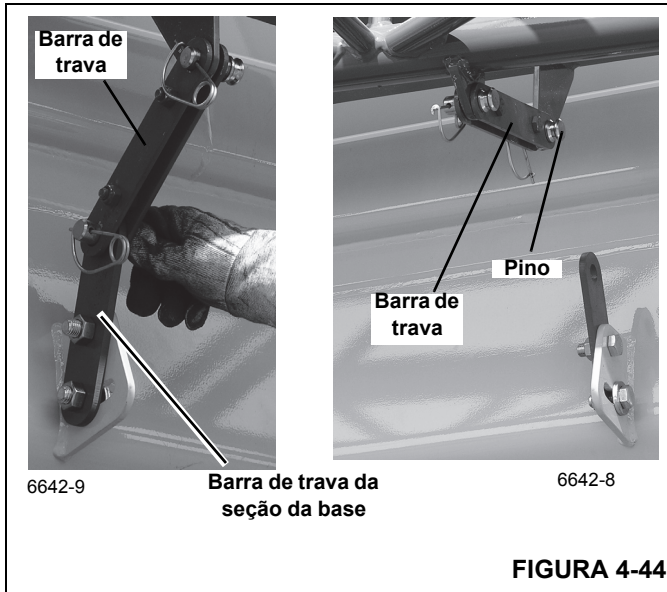

FIGURA 4-44
14. Se a seção de 7 m (23 pés) de duas seções não foi usada, remova o pino da barra de trava da seção da base. Mova a barra de trava para a seção de 7 m (23 pés) e instale o pino. Fixe com o pino de retenção Figura 4-44.